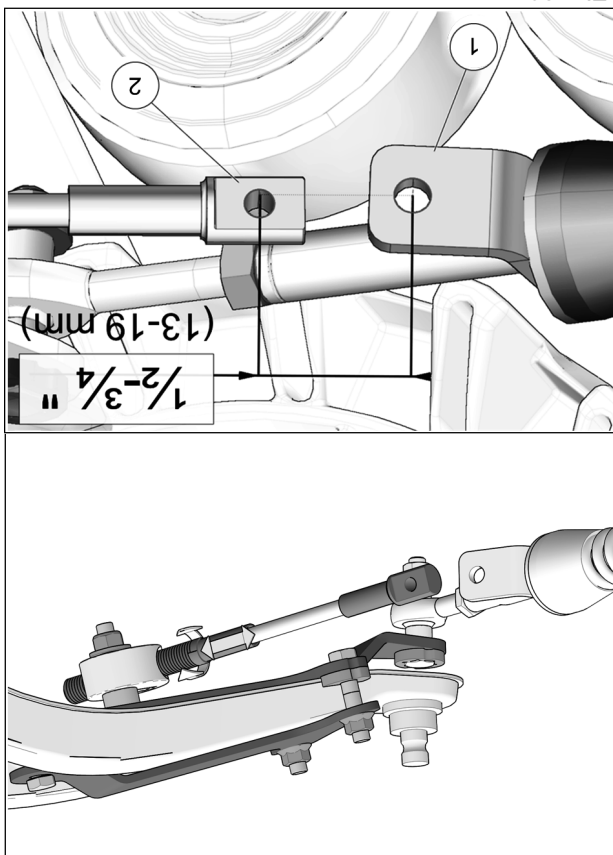

Fig. 23
13. Tourner le volant du véhicule au maximum de la course du côté gauche. En maintenant une pression au volant, ajuster le câble (en vissant ou dévissant pour ajuster la longueur) afin d'obtenir une distance de 13-19 mm [$\frac{1}{2}$ - $\frac{3}{4}$ po] du centre de l'extrémité du câble (1) au centre de l'extrémité du support de fixation (2). Voir la Fig. 23